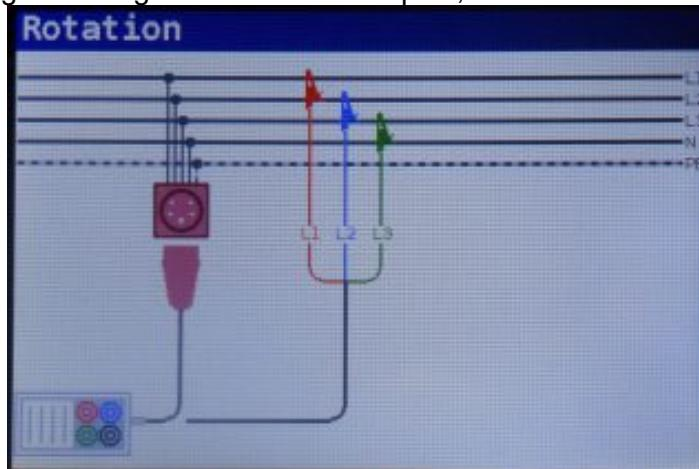

Abbildung 5-41: Anschluss des Universalprüfkabels und des optionalen Drehstromkabels
Schritt 2 Schließen Sie das Prüfkabel an das VOLTCRAFT IST an und folgen Sie dem in Abbildung 5.41 dargestellten Anschlussplan, um die Phasenfolge zu prüfen.